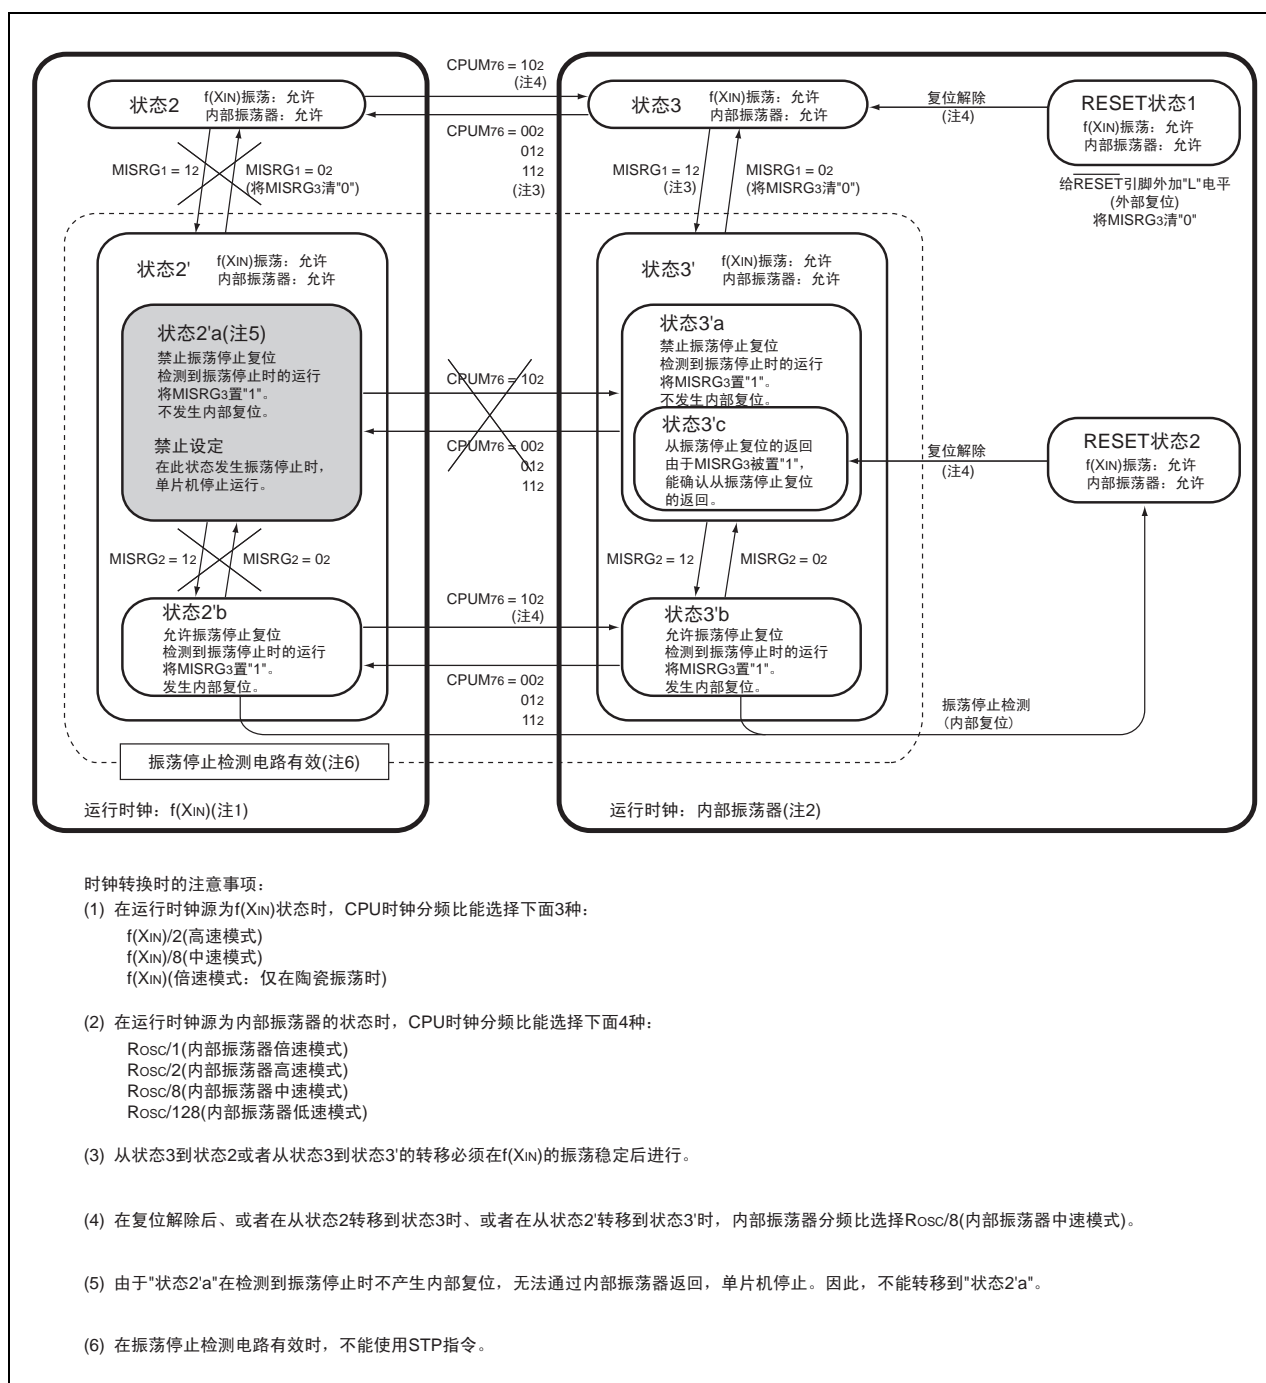

图 83 振荡停止检测电路的状态转移图
1. 由于在“图83 振荡停止检测电路的状态转移图”所记载的“状态2'a”，即使X1N的振荡停止，也不产生复位，并且单片机停止，因此不能转移到“状态2'a”。